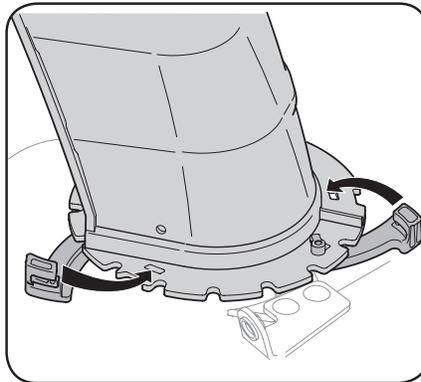

Figura 2-12
2. Cierre los fijadores de brida para sujetar el conjunto del canal a la base del canal. Los fijadores de brida emiten un chasquido cuando están bien asegurados. Consulte Figura 2-12.